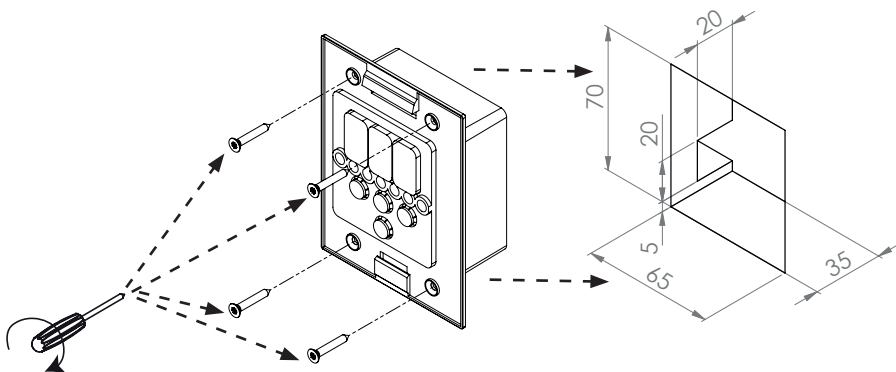
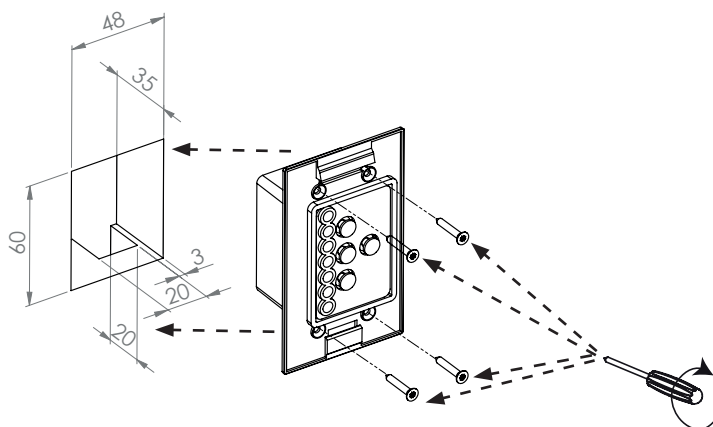

рис. 5 Установка панели управления блока Pro D
рис. 6 Установка панели управления дополнительного выхода (дополнительно)
1. С помощью, например, лобзика необходимо вырезать проем для панели управления 70 x 65 или 60 x 48 мм (см. **рис. 5** и **рис. 6**).